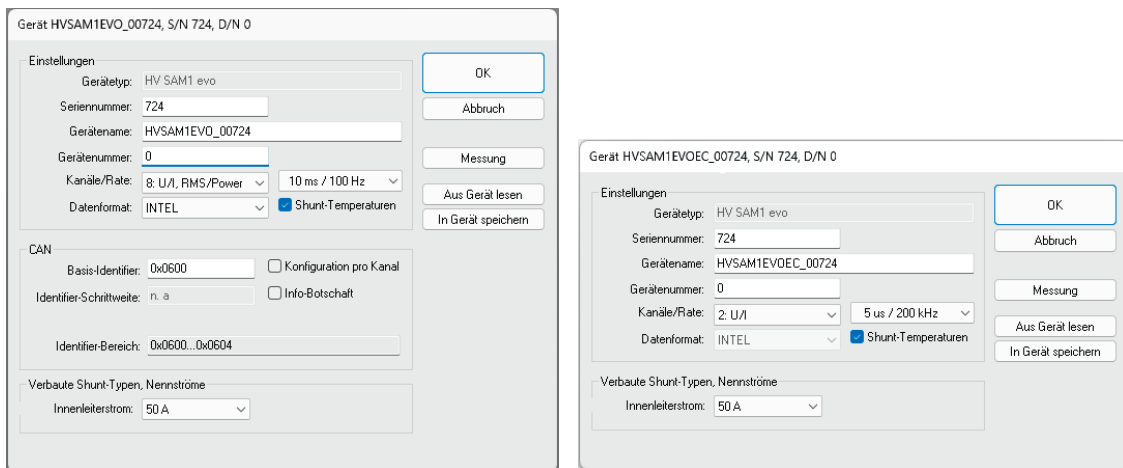

Abb. 6-37: Dialog für Gerätekonfiguration, Modul über CAN (links) bzw. über ECAT verbunden (rechts)
- ☞ Klicken Sie im **Dialog für Gerätekonfiguration** (Abb. 6-37) auf **Aus Gerät lesen**.
Wird die Standardbezeichnung beibehalten, wird diese automatisch angepasst, wenn die Seriennummer geändert wird. Die Bezeichnung in diesem Feld wird auch als Komponente für die Bezeichnung der Kanäle verwendet (Abb. 6-37).
Ist das Messmodul über CAN verbunden, wird im **Dialog für Gerätekonfiguration** zusätzlich der Bereich **CAN** angezeigt (Abb. 6-37).
Im Feld **Identifier-Bereich** wird der Bereich der verwendeten CAN-Identifier angezeigt. Standardmäßig werden CAN-Identifier und Übertragungsrate (Abb. 6-37) pro Gerät angegeben.